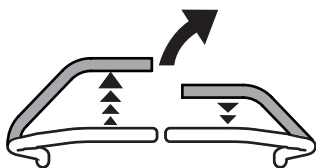

Fig. 23
2. Para girar a la derecha, mueva la palanca de control de la transmisión derecha hacia atrás respecto de la palanca izquierda (Fig. 23).